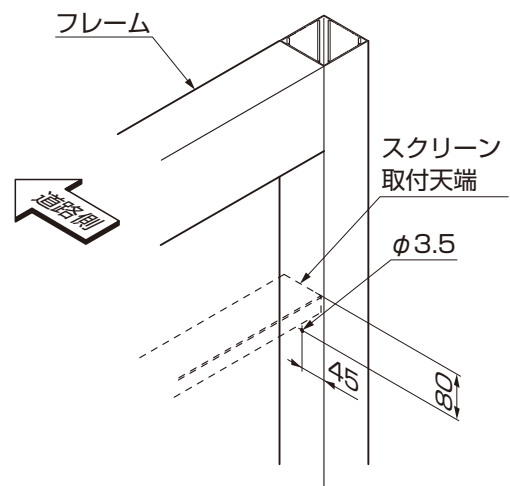

図4-5 柱の任意の位置に取付ける場合
- スクリーンを柱の任意の位置に取付ける場合は、仮止め用の穴をあけてください。(図4-5参照)
- ③柱に縦部材W20を【1-2】で取付けてください。